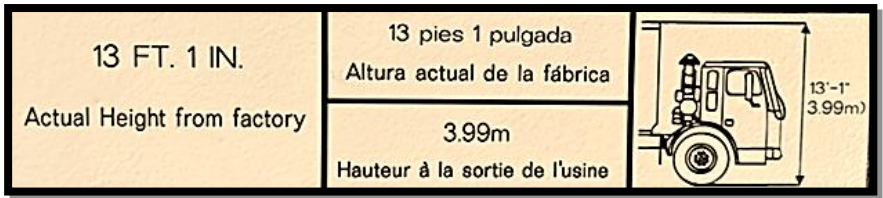

figure 1
Le marquage sur l'étiquette doit comporter une bordure et les lettres « GNC » de 25 mm (1 po) de hauteur minimum centrée sur le diamant] de matériau réfléchissant lumineux argenté ou blanc sur fond bleu figure 1.
-  Le véhicule doit comporter une étiquette permanente dans le compartiment du conducteur, clairement visible par un conducteur assis, qui comprend la hauteur totale maximale du véhicule non chargé figure 1.